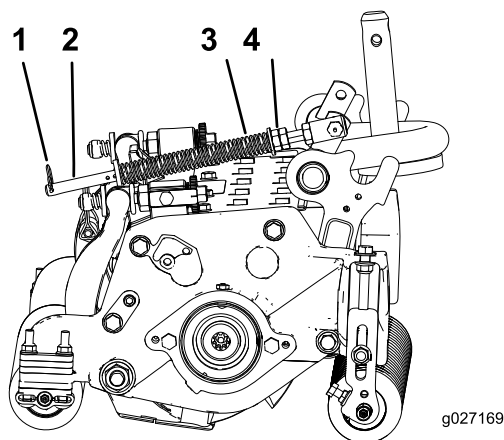

图19
1. 确保发卡销安装在弹簧杆的后孔内（图19）。
2. 拧紧弹簧杆前端的六角螺母，直至压缩后的弹簧长度为 159mm（图19）。